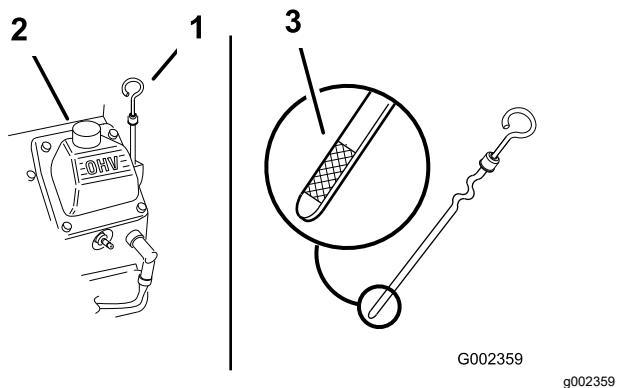

図 152
1. オイルキヤップとディップスティック周辺をきれいに拭く図 152。